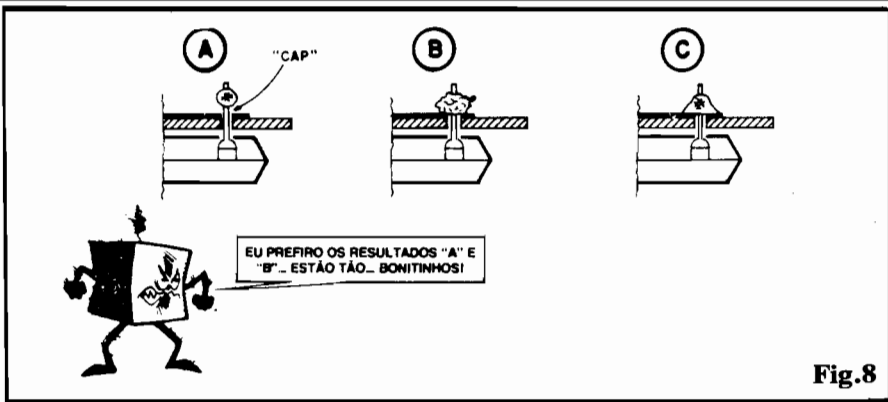

Fig.8
- **FIG. 8 - ANÁLISE E "DIAGNÓSTICO" DOS PONTOS DE SOLDA** - O "ponto final" na sequência de providências e cuidados para boas soldagens (tanto com Integrados, quanto com qualquer outro componente...) é uma simples e consistente análise "visual" de cada junção efetuada. Tudo pede ser resumido em dois "mandamentos" básicos: